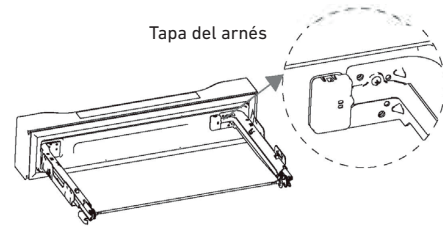

Figura 5
5) Quite la tapa del arnés con un destornillador u otra herramienta adecuada. Consulte la Figura 5.